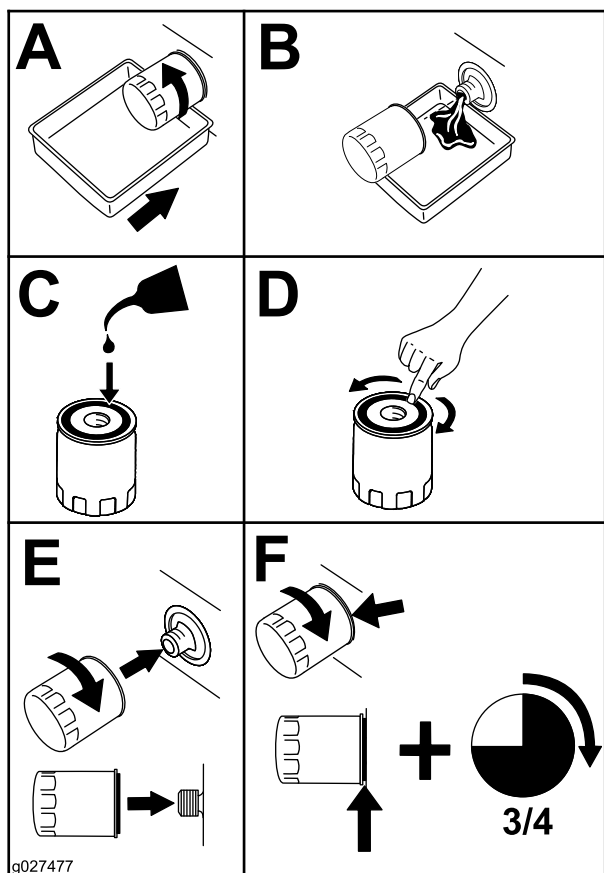

Figure 70
2. Remplacez le filtre à huile moteur (Figure 70).